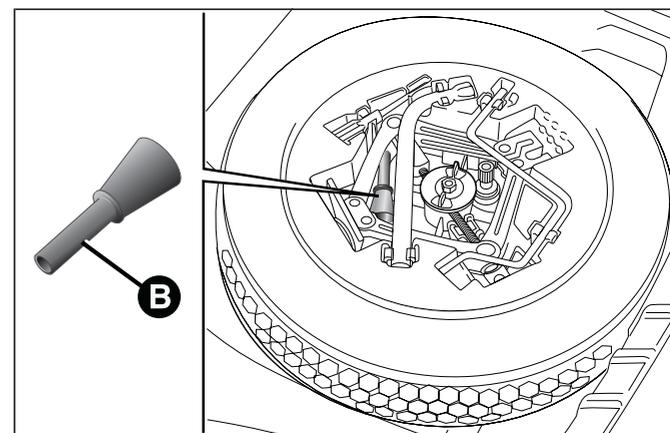
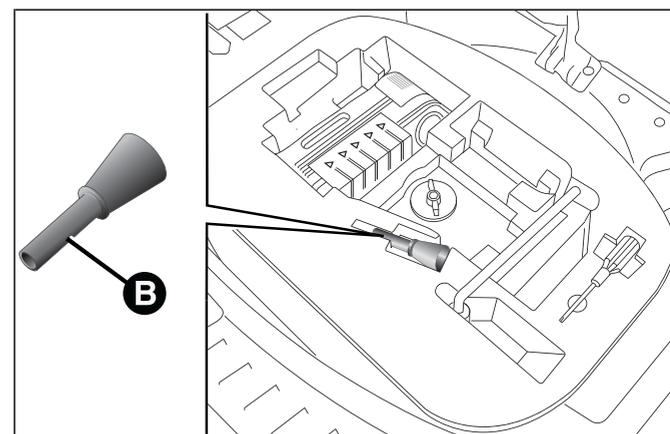

fig. 83
fig. 84
- ouvrir le coffre à bagages et prendre l'adaptateur spécial B situé dans la boîte à outils (versions équipées de roue compacte de secours - pour les versions/marchés qui le prévoient) fig. 83 ou dans la boîte du Fix&Go Automatic (versions équipées de Fix&Go Automatic) fig. 84 ;